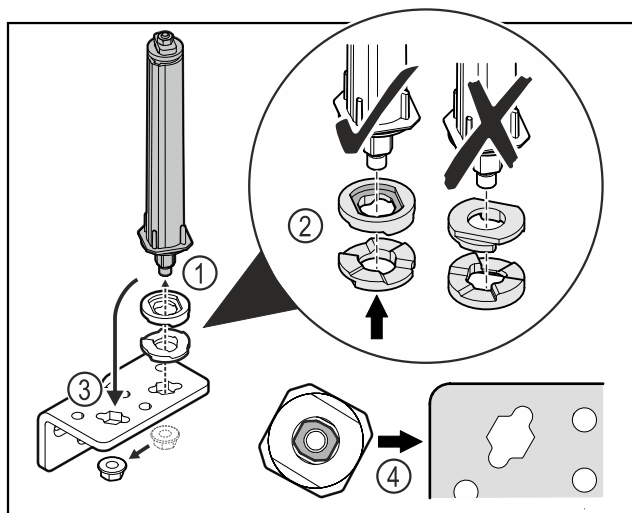

Fig. 30
- ▶ Desfaceți piulița și îndepărtați sistemul de închidere a ușii Fig. 30 (1).
- ▶ Aveți în vedere alinierea corectă a șabnelor de reglaj pe înălțime Fig. 30 (2).
- ▶ Mutați sistemul de închidere a ușii în colțarul balamalei și fixați cu piulița Fig. 30 (3).
- ▶ La utilizare aveți în vedere alinierea corectă a sistemului de închidere a ușii Fig. 30 (4).